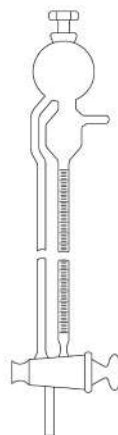

Рис. 172. Микробюретка
3. **Микробюретка Гибшера** (рис. 172) представляет собой конструкцию, при которой от резервуара (может располагаться как вверху, так и внизу) отходит боковая трубка и соединяется со стеклотрубкой бюретки. Как только стандартный раствор заполнит бюретку до верхнего ограничителя, кран, открытый для заполнения, перекрывают. Излишки раствора стекают через носик или засасываются через специальный отвод обратно в резервуар. Уровень жидкости автоматически устанавливается на нулевую отметку.